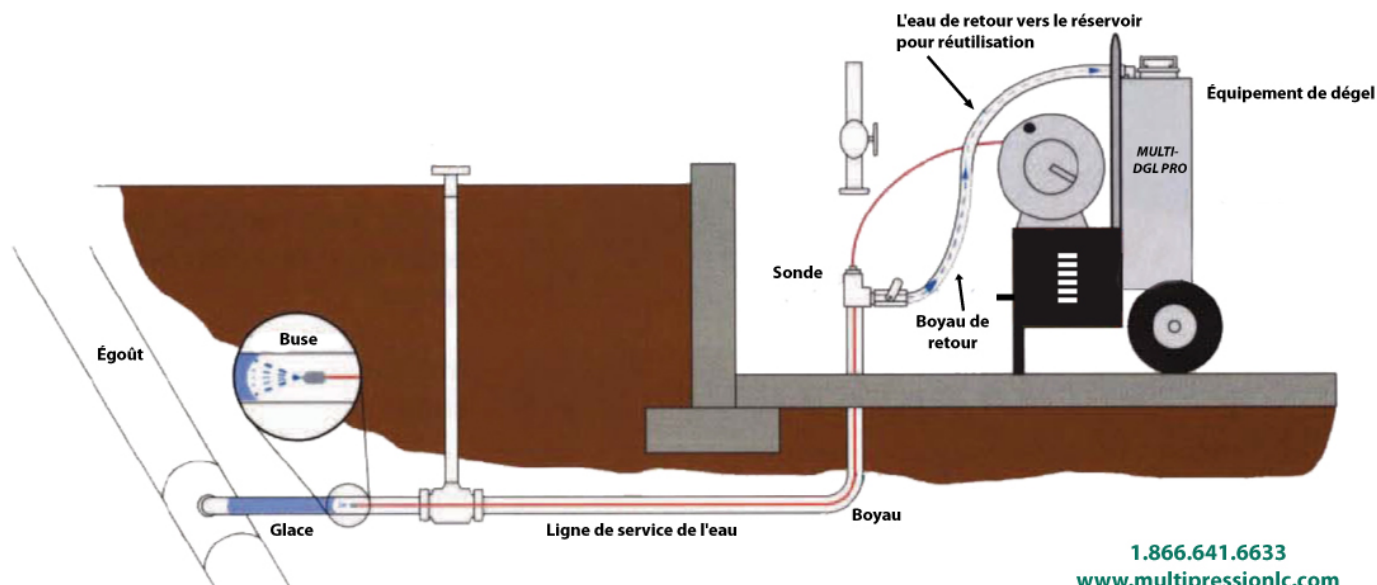

Figure 1.1
- 5- Installer le boyau dans le tuyau à dégeler tel que présenté à la figure 1.1.